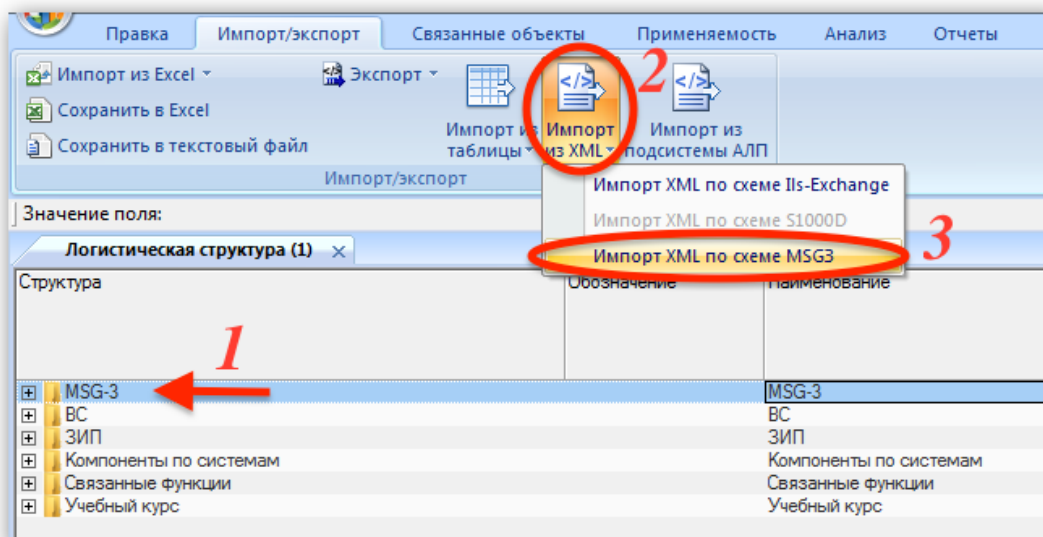

Рис. 11-45 – Импорт результатов MSG-3 анализа в папку
- 2) Выбрать в рабочем окне «Логистическая структура» папку или ВС, куда будут добавлены данные по системе (1 на рис. 11-45).